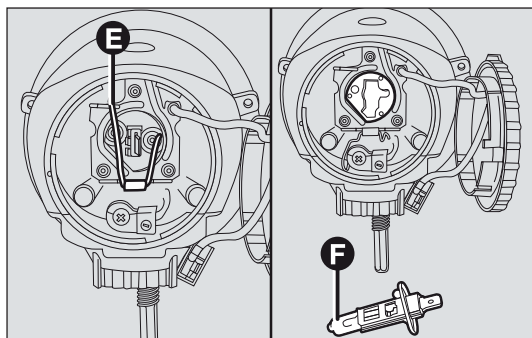

fig. 151
- ☐ sganciare la molletta E-fig. 151 ed asportare la lampada F;